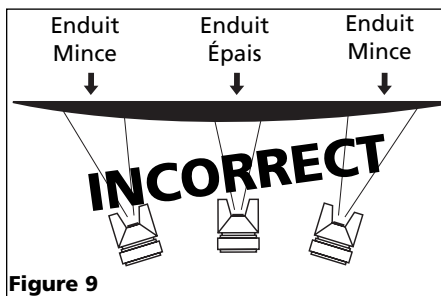

Figure 9
2. Garder la buse environ 6 à 9 po de la surface de travail pendant le coup et toujours déplacer la buse pendant la pulvérisation. Arrêter le pistolet en mi coups causera un surplus de peinture et résultera en coulements. Ne pas bouger le pistolet en éventail d'un côté à l'autre pendant la pulvérisation. Ceci causera un surplus de peinture au centre du coups et un enduit insuffisant à chaque bout (Voir Figure 9).